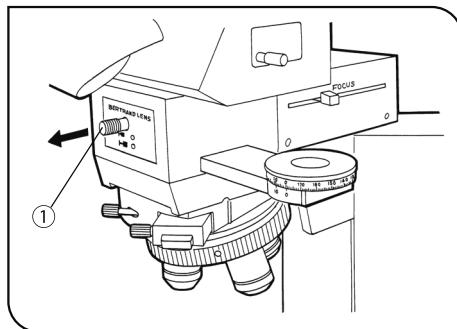

図 23
- 2) ベルトランレンズ挿脱つまみ①を動かして引き出し位置（○印）にします。（図23）